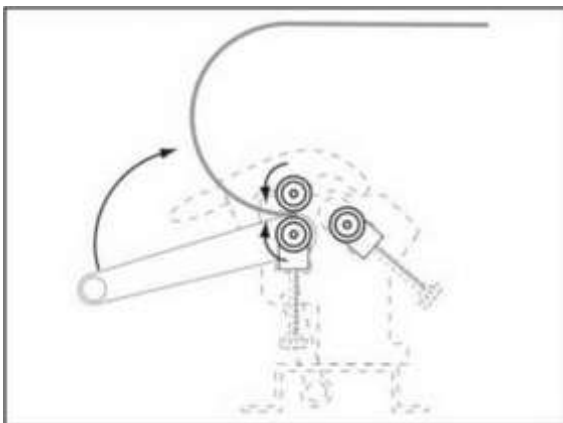

Рис. 21 Повторная вставка заготовки
5. Поверните заготовку на 180°, вставьте изогнутый конец в станок, затем пропустите заготовку через станок, как показано на Рис. 21 и 22.